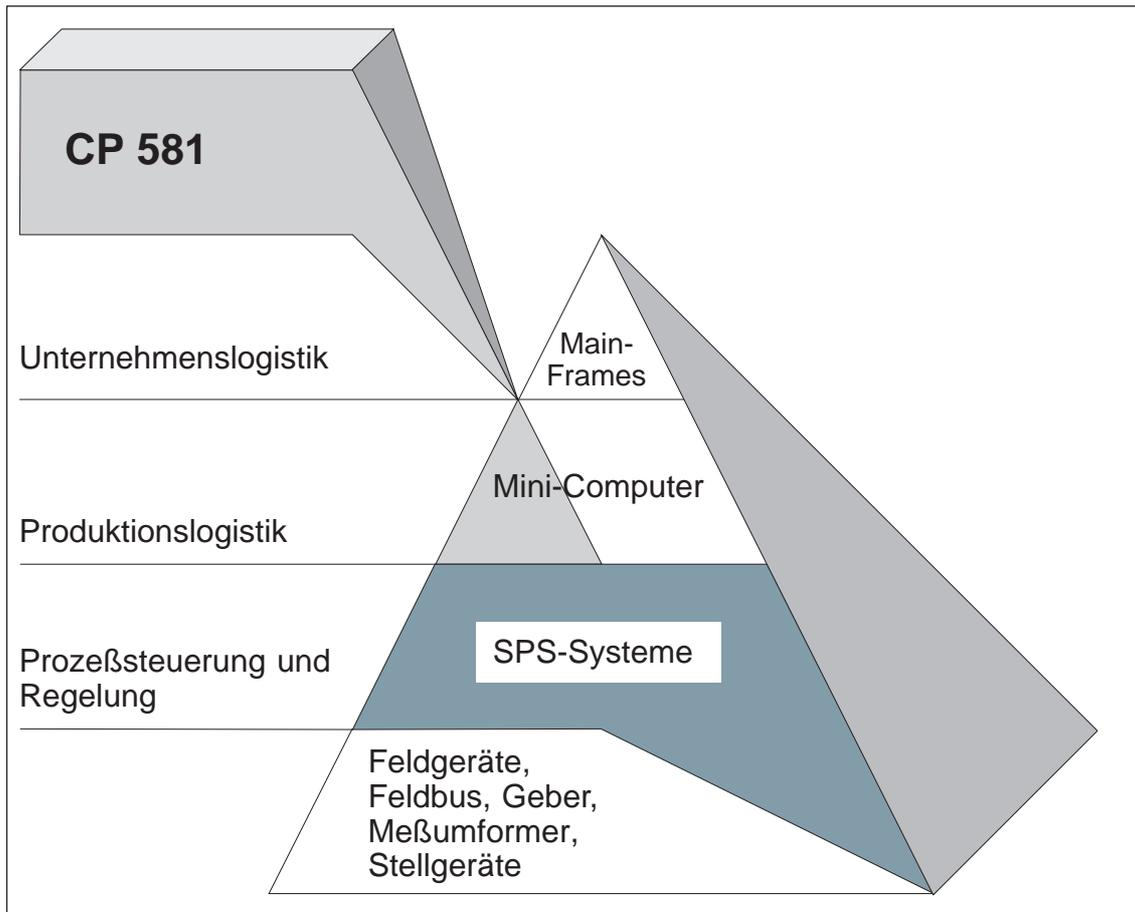

Bild 1-1 Der Kommunikationsprozessor CP 581 in der Automatisierungspyramide
- zur Realisierung der Führungsebene eines Fertigungssystems entsprechend Bild 1.1.
Bild 1-1 verdeutlicht eine mögliche Rolle des CP 581 in der Automatisierungspyramide.